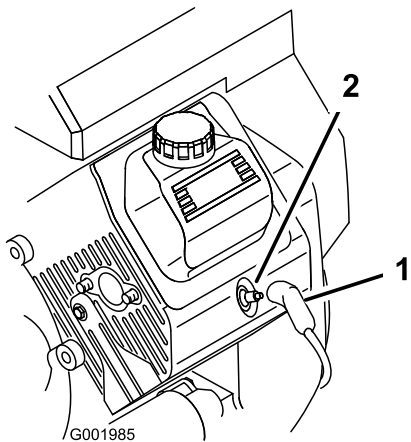

图44
3. 将电线拉离火花塞（图44）。
3. 将电线推到火花塞上（图44）。